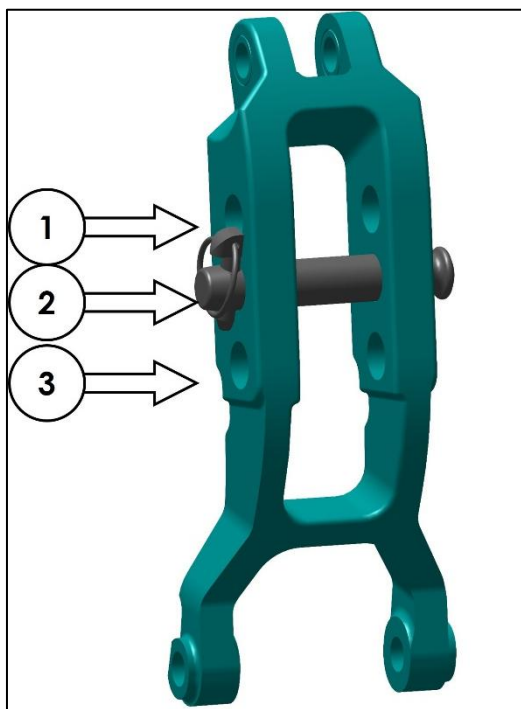

Fig. 199 – REGELBALK
| Bovenste gat (item 1 in Fig. 199): | : voor hogere gevoeligheid, hoge trekkrachtterugkoppeling; |
| Middelste gat (item 2 in Fig. 199): | : voor gemiddelde gevoeligheid en gemiddelde trekkrachtterugkoppeling; |
| Onderste gat (item 3 in Fig. 199): | : lagere gevoeligheid en lage en/of geen trekkrachtterugkoppeling. |